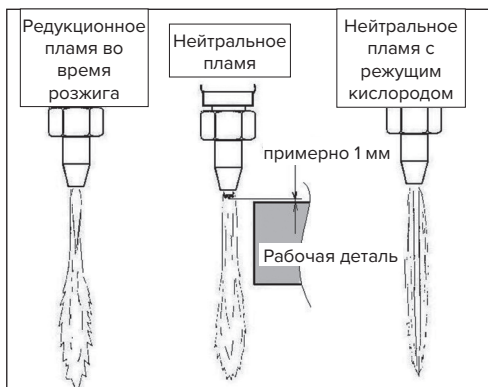

Рис. 4: Регулировка пламени
4.2.3. Откройте на короткое время вентиль режущего кислорода, чтобы Вы видели правильную регулировку нейтрального пламени, а потом закройте его (см. также Рис. 4)